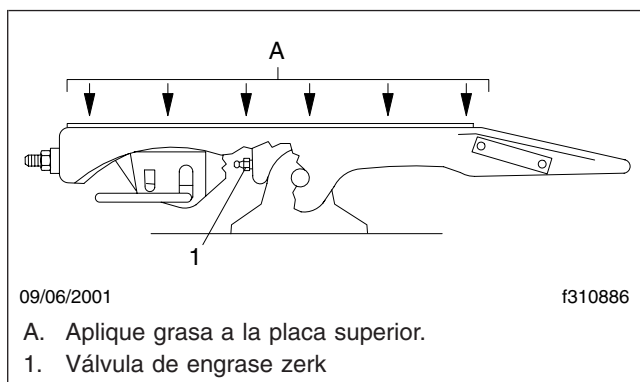

Figura 6, Quinta rueda Holland
1. Usando una grasa con base de litio resistente al agua, aplique grasa a la placa superior. Engrase los soportes de montaje a través de las válvulas de engrase zerk. Vea la Figura 6.